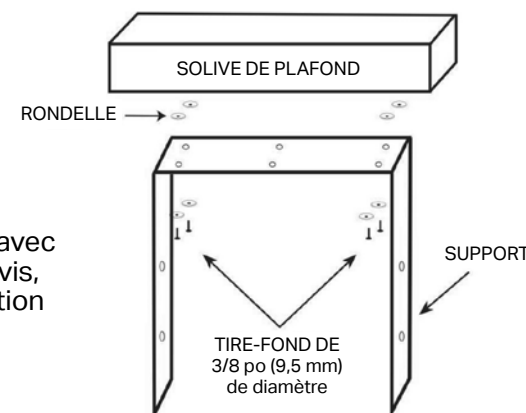

Figure 4 : Montage avec plusieurs vis, pour position fixe.
Se référer à la Figure 4.
- Installer les vis et les rondelles comme indiqué sur la Figure 4.